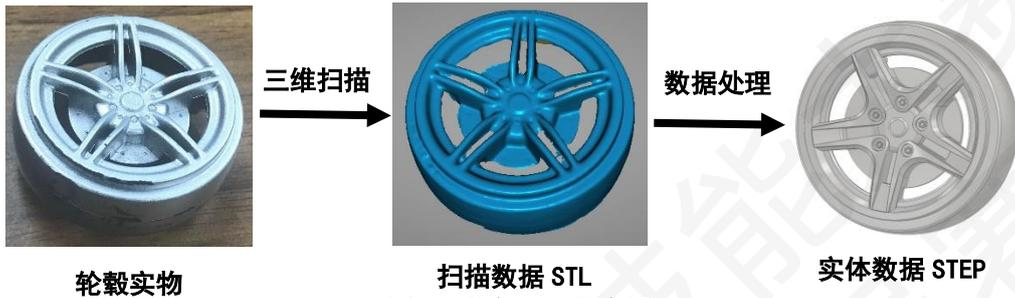

图10 逆向设计示意图
- 3.1.3** 根据设计规范，完成车身和前后翼的CAD设计，并对给定的车轮进行三维扫描，完成车轮的逆向设计，每组选手需要保存好经过三维扫描后获得的车轮三维模型数据STL格式和实体Step格式数据（如图10），最后完成整车的装配建模（车轴、轴承、气罐、羊眼圈的数字模型已经存放在D盘根目录下，可直接调用）；